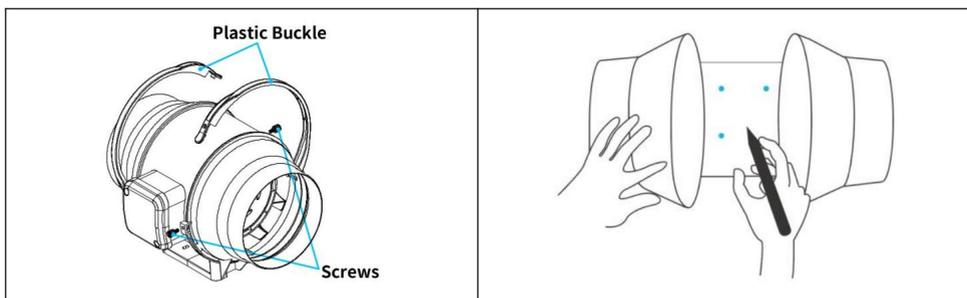

Fig.3.
3.Utilizzare la staffa flangiata per impostare la posizione della ventola desiderata. Contrassegnare i quattro fori di montaggio. Vedere la (Fig.3.)